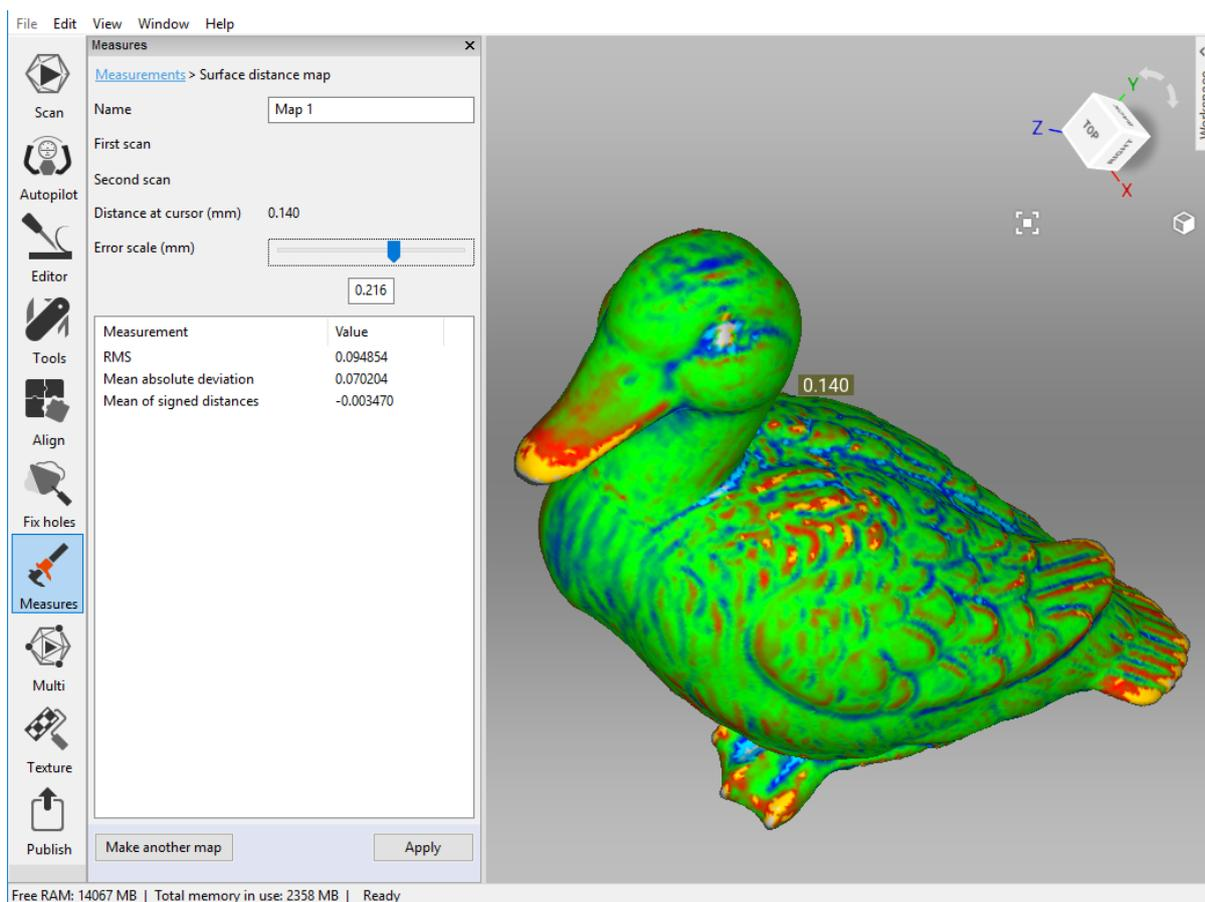

Рис. 10.12: Карта расстояний, рассчитанная для двух моделей
5. Нажмите *Рассчитать*. Как только расчет завершится, в окне *3D вида* появится карта расстояний наряду с результатами расчетов на панели *Измерения* (см. Рис. 10.12).